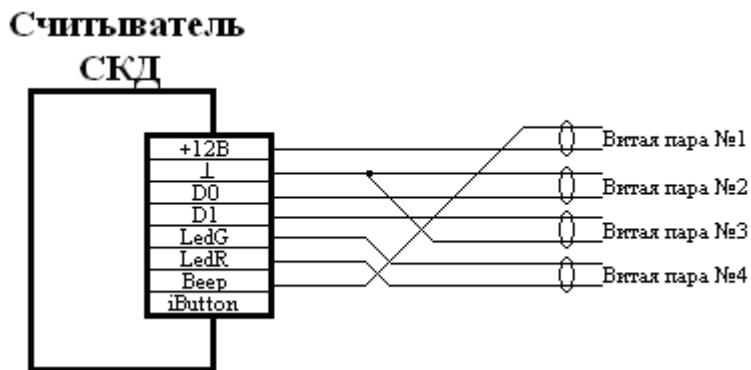

Рисунок 8.7: Наращивание провода считывателя с использованием витой пары.
8.1.2 Для подключения считывателя, с использованием 4-х витых пар необходимо использовать схему, приведенную на рисунок 8.7.